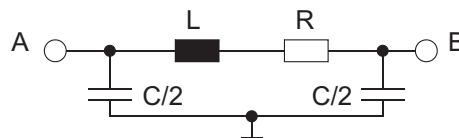

Abb. 1.2: Ersatzschaltbild der Planarspule
1.1 Im Folgenden sollen die Elemente des Kleinsignalersatzschaltbildes nach Abb. 1.2 bestimmt werden:
- Berechnen Sie die Eigenresonanzfrequenz f_r der Spule bei symmetrischer Anregung zwischen den Punkten A und B gemäß Abb. 1.2!